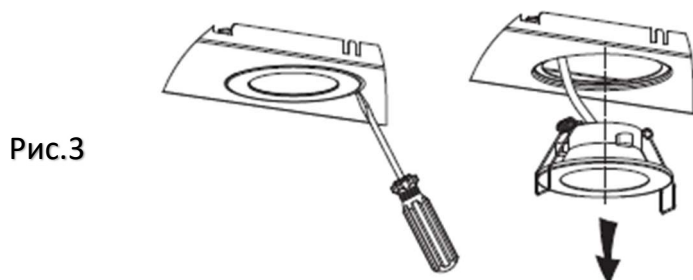

Рис.3
3. Для оптимальной работы устройства не рекомендуется удлинять вытяжную трубу. Ее изгиб должен быть отрегулирован, а соединение – герметичным (Рис. 3).
5. Нажмите на пружину, после чего можно снять блок лампы (рис.3).